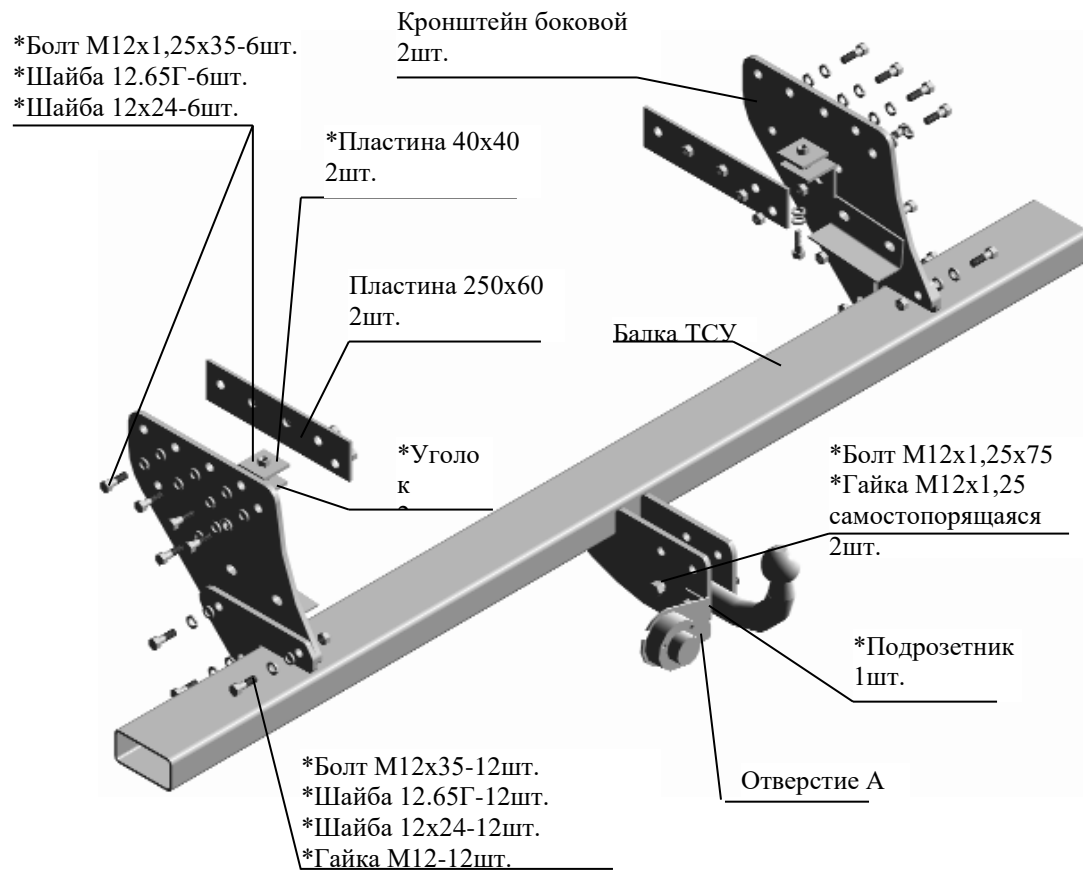

Рис.1 Тягово-цепное устройство 7110.
2.1 ТСУ 7110 в сборе (рис.1)	1 шт.
2.2 Пакет с комплектующими (см. рис.1)	1 шт.